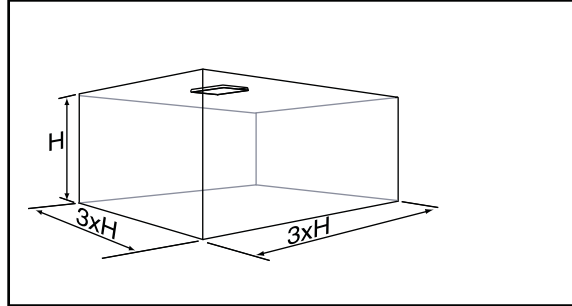

Figura 29: Una pequeña habitación ventilada por un difusor de techo
Una habitación grande tiene que ser dividida en varias zonas. La dimensión máxima de cada zona es de $1.5 \times$ profundidad de la habitación (A) siempre y cuando no exceda de $3 \times H$ (ver figura 29).
Si un difusor de techo está destinado a suministrar el air de una habitación entera debe de ser posicionado lo más cerca del centro del techo como sea posible y la superficie total no debe de exceder las dimensiones indicadas en la figura 29 de abajo